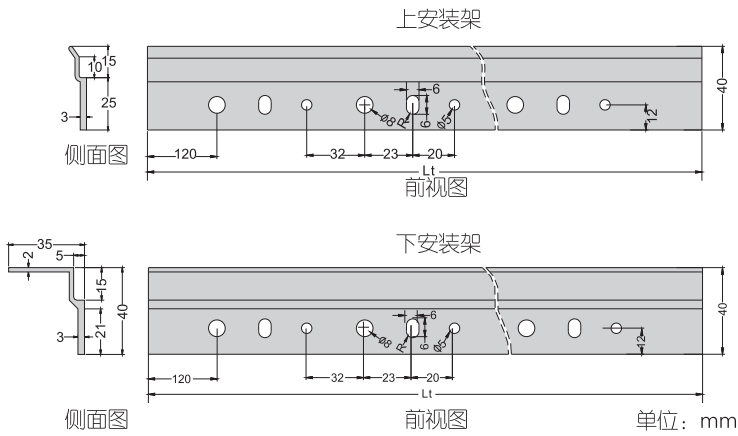

图 8
1. 每套银幕配有一套安装架，每个安装架有多组安装孔，每组有3个孔，安装架相关规格尺寸见图 8。